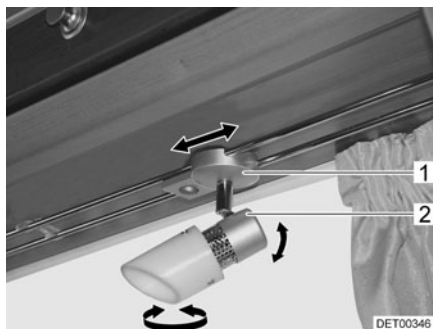

Fig. 68 Spot
*Tourner le spot :* ■ Saisir le boîtier (Fig. 68,2) et le tourner.
*Faire coulisser le spot :* ■ Saisir le support (Fig. 68,1).